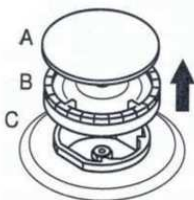

Figure 19
- Verwijder het branderdekseel en de brander zoals afgebeeld in Afbeelding 19. Verwijder de injector met behulp van een 7-inch schroevendraaier zoals afgebeeld in Afbeelding 19.1.